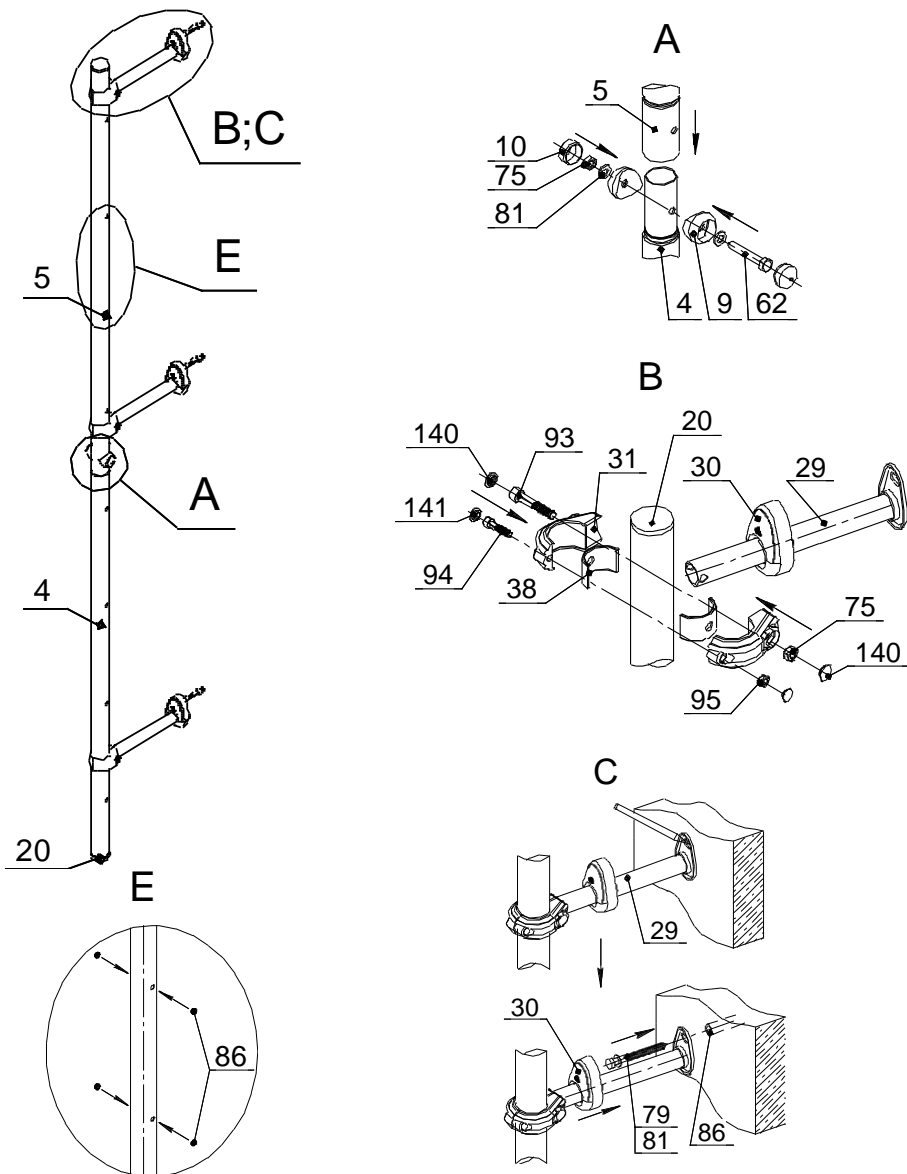

Рис.1
3.1. Сборка и монтаж комплекса ДСКМ-1С-8.02 (рис.1).
- A. Соединить стойки поз.4 и 5 между собой (рис.1)
- E. Установить заглушки поз.86 (рис.1).